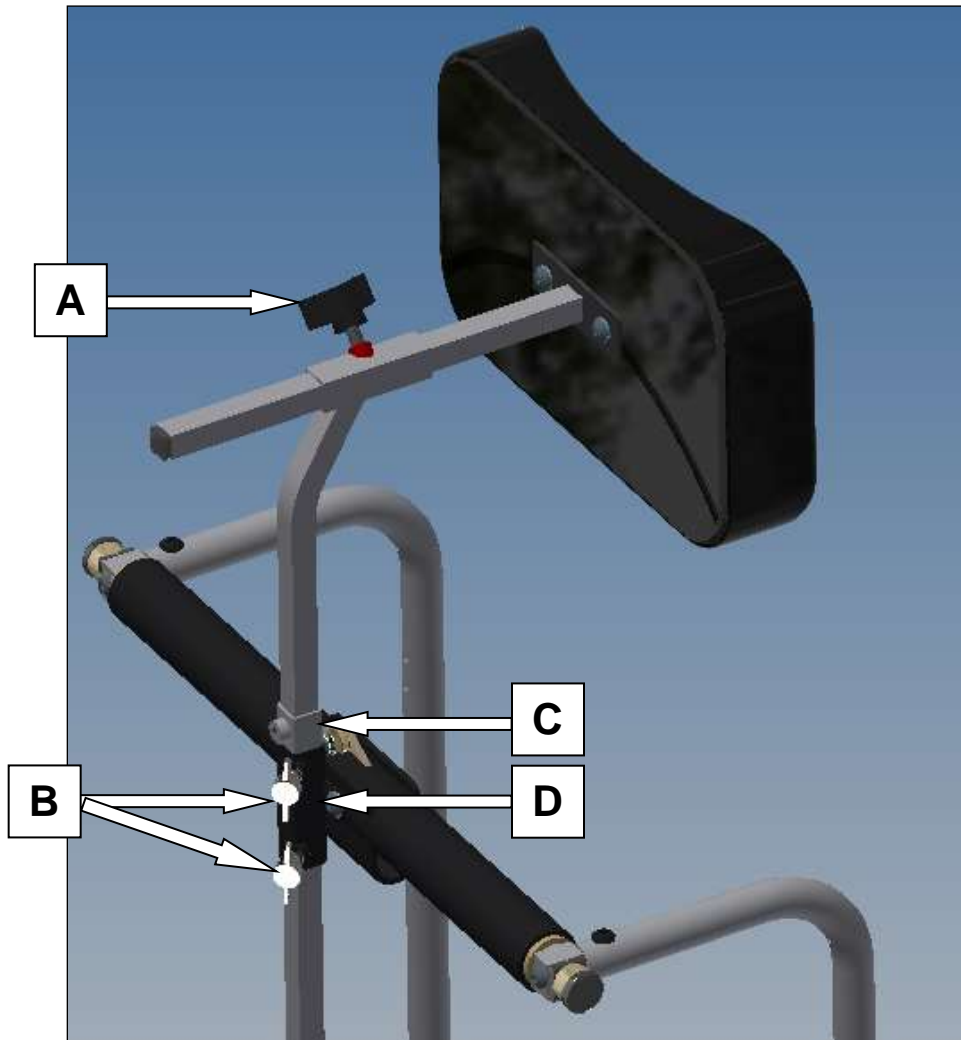

Figure 26-A : Appuie-tête avec support réglable en hauteur et en profondeur
Tourner la poignée (A) pour ajuster la profondeur de l'appuie-tête et sur les deux poignées (B) pour ajuster la hauteur (voir; figure 26-A).